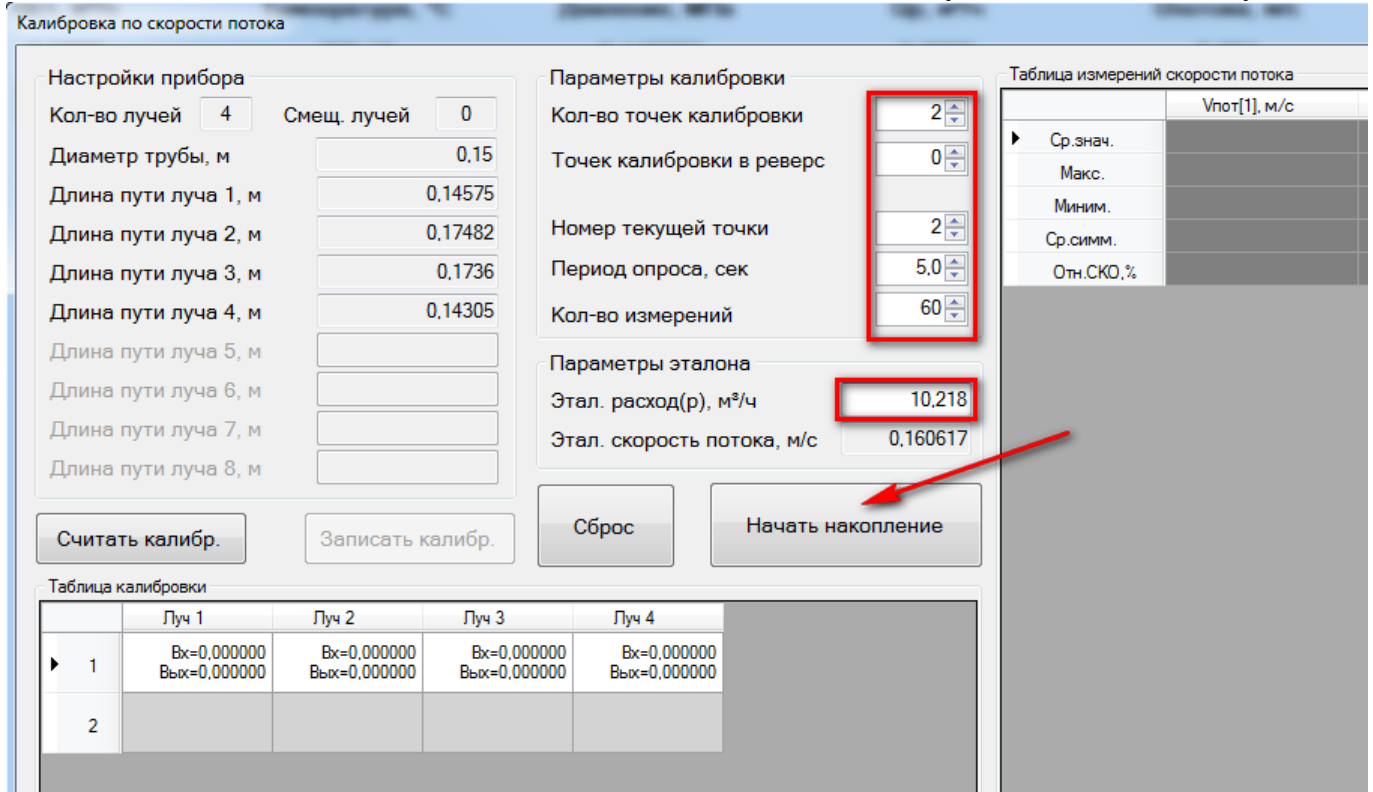

Рисунок 3.3 – ЭФ Калибровка по скорости потока
3. В окне калибровки по скорости потока задать необходимые параметры калибровки, эталонный расход первой точки и нажать кнопку "Начать накопление" (Рисунок 3.3).